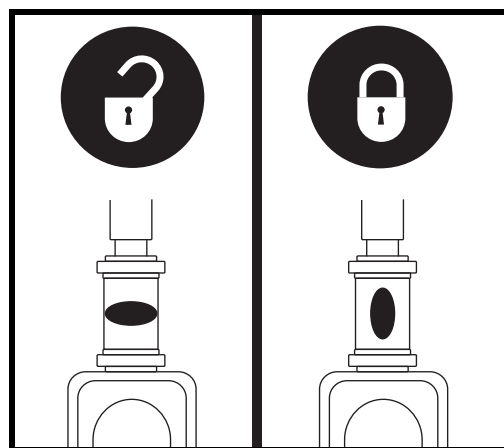

Figure 25. Bouton de verrouillage du guidon
2. Pour bloquer le guidon en ligne droite, pesez sur le bouton et tournez-le 90° dans le sens des aiguilles d'une montre. **Voir la figure 25.** La roue avant doit faire face à l'avant afin de pouvoir bloquer le guidon.
1. Retirez la clé du contact et puis pour bloquer le guidon en ligne droite, pesez sur le bouton et tournez-le 90° dans le sens des aiguilles d'une montre. **Voir la figure 25.** La roue avant doit faire face à l'avant afin de pouvoir bloquer le guidon.
6. Débloquez la roue avant en tournant le bouton de blocage 90° dans le sens opposé aux aiguilles d'une montre. **Voir la figure 25.**